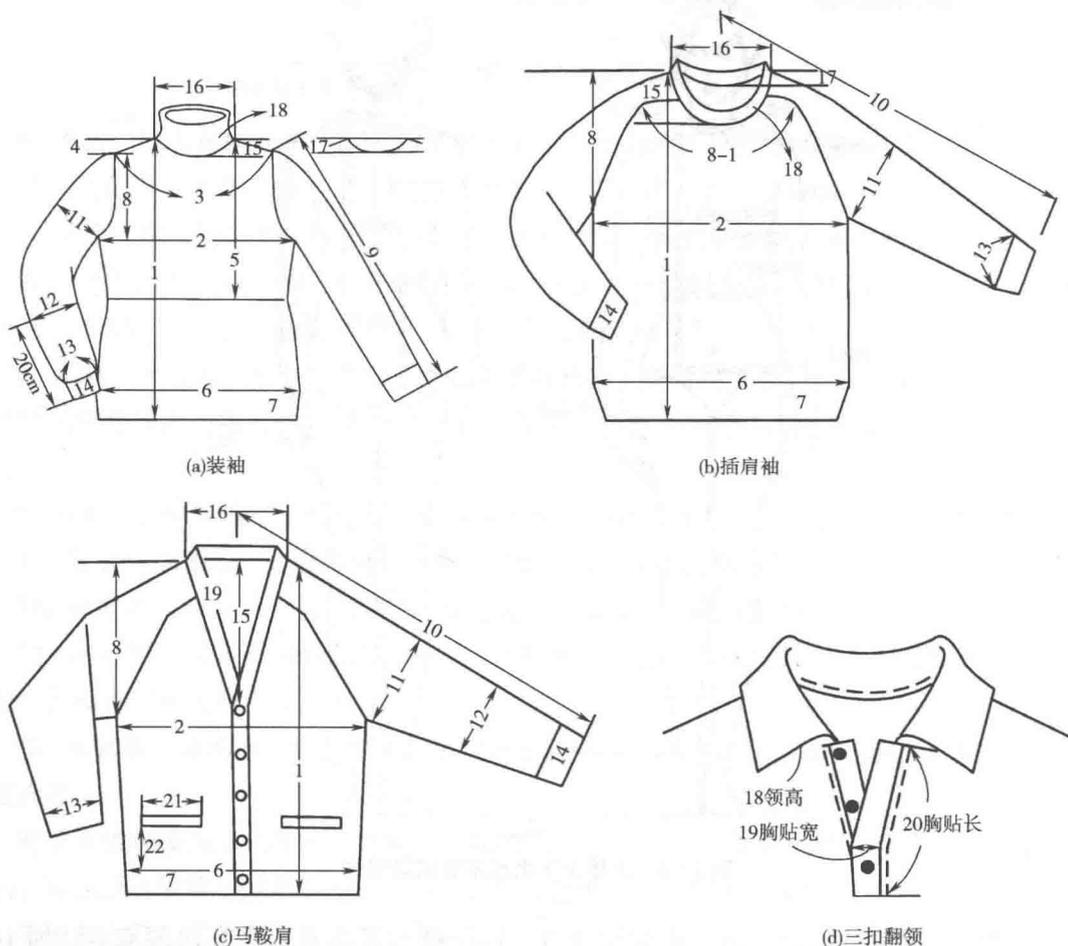

图1-3 羊毛衫成品主要测量部位
羊毛衫成品各部位名称与测量法如图1-3所示，图中数字为下面介绍各部位的序号。
8. **夹深/夹宽** 也称挂肩。夹深指肩缝至夹底垂直量的尺寸（装袖类），或领边水平至夹底的距离 [图 1-3 (b) 插肩袖]。
- 8-1. **夹宽** 两夹顶端点之间的距离（图 1-3 (b)）。